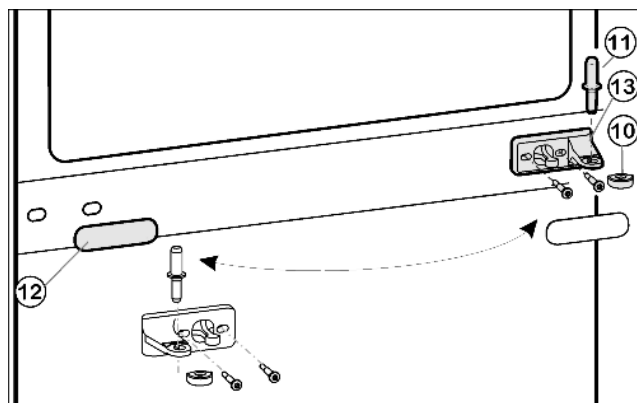
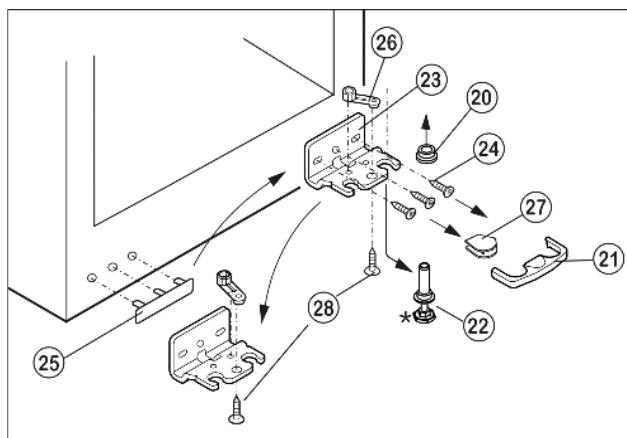

Fig. 5
Fig. 6
- Вытащите из опорного кронштейна и нижней дверцы средний опорный палец Fig. 5 (11).
- Пластмассовый колпачок Fig. 5 (10) снимите.
- Снимите средний опорный кронштейн Fig. 5 (13).
- Осторожно снимите накладку Fig. 5 (12).
- Открутите средний кронштейн Fig. 5 (13) и прикрутите его с поворотом на 180° на новую сторону шарнира с усилием мин. 4 Нм.
- Защелкните накладку Fig. 5 (12), повернув на 180°, на стороне, где теперь будет ручка.
- Предохранитель Fig. 6 (21) снимите движением вперед.
- Снимите крышку Fig. 6 (27).*
- Полностью вверните регулирующую опору Fig. 6 (22).
- Вытяните опорный палец Fig. 6 (22) вниз и вперед. При этом следите за гнездом шарнира Fig. 6 (20).
- Открутите опорный кронштейн Fig. 6 (23)(3 шт. Torx 25) Fig. 6 (24).
- Открутите опорную деталь Fig. 6 (26)(1 Torx 25) Fig. 6 (28) и, переставив в отверстие на противоположной стороне опорного кронштейна, снова прикрутите.
- Осторожно приподнимите и переставьте крышку Fig. 6 (25) со стороны ручки.
- Снова прикрутите нижний опорный кронштейн Fig. 6 (23) на новой стороне шарнира при необходимости с помощью аккумуляторного шуруповерта с усилием мин. 4 Нм.
- Установите крышку Fig. 6 (27) на противоположной стороне.*
- ▶ Предохранитель (21) нужно зафиксировать сбоку на кронштейне, чтобы опорный палец и двери были защищены от выпадения.
- ▶ Снова защелкните предохранитель (21) на опорном кронштейне.
- ▶ Наденьте гнездо шарнира Fig. 6 (20).
- ▶ Установите нижнюю дверцу сверху на нижний опорный палец Fig. 6 (22).
- ▶ Снова наденьте пластмассовый колпачок Fig. 5 (10) на средний опорный кронштейн Fig. 5 (13).
- ▶ Вставьте средний опорный палец Fig. 5 (11) на новой стороне шарнира через средний опорный кронштейн Fig. 5 (13) в нижнюю дверцу.
- ▶ Установите верхнюю дверцу на средний опорный палец Fig. 5 (11).
- ▶ При необходимости выровняйте дверцы через два продольных паза в нижнем опорном кронштейне Fig. 6 (23) и среднем опорном кронштейне Fig. 5 (13) параллельно корпусу устройства. Для этого выкрутите средний винт на нижнем опорном кронштейне Fig. 6 (23).